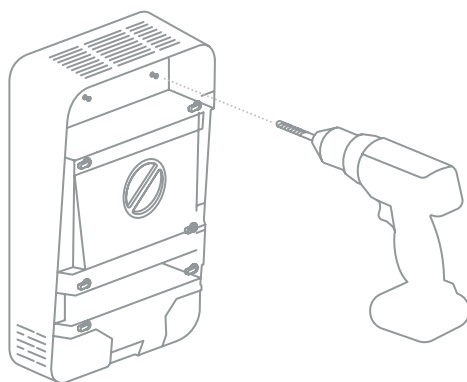

Рисунок 4.7 — Сквозное крепление брызгера к стене
4.2.16. Совместите два отверстия в верхней части брызгера (рисунок 4.7) с отверстиями в стене. Закрепите устройство к стене на винты (входит в комплект поставки). Убедитесь, что обеспечено плотное прилегание воздухозаборного отверстия брызгера к каналу воздуховода, а установленные дюбель-гвозди не выступают.